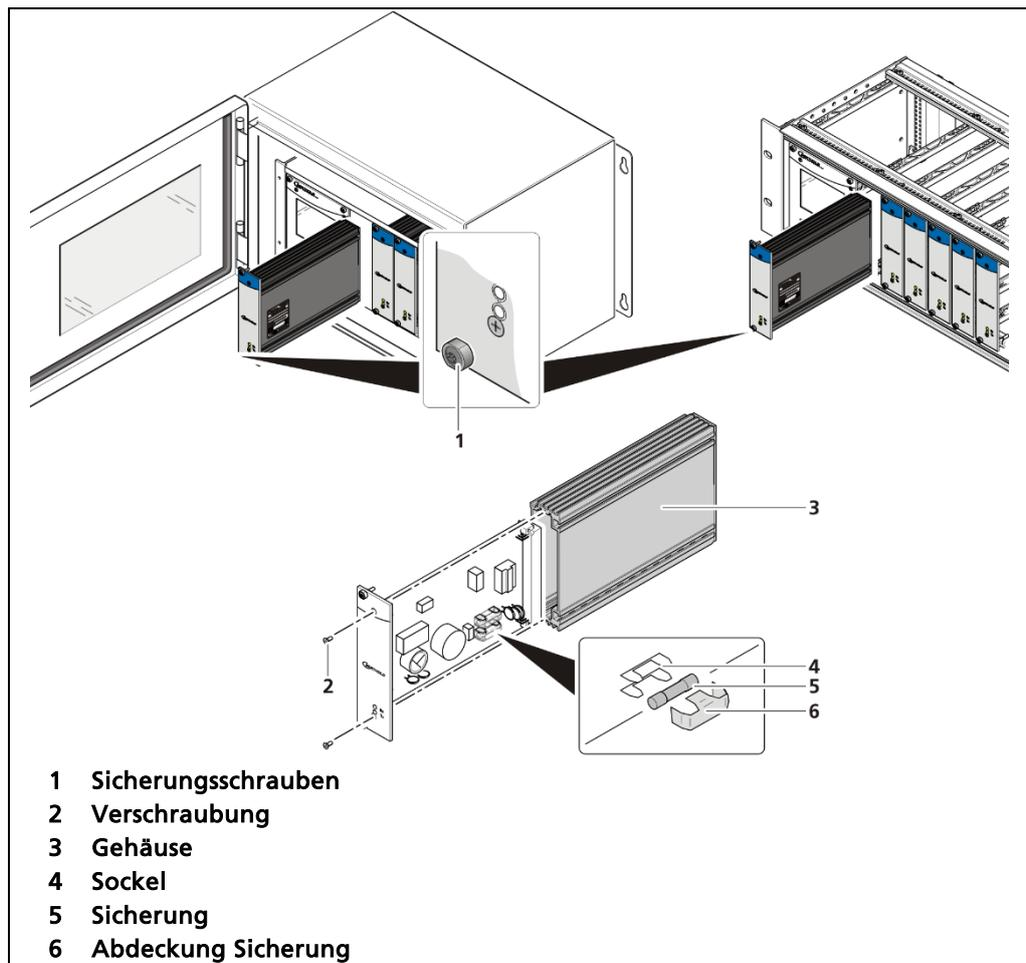

Abb. 149 Austausch Sicherungen Slave-Modul
2. Lösen Sie die vier Sicherungsschrauben (Abb. 149, Pos.1) und ziehen Sie das Slave-Modul aus dem Wandgehäuse bzw. dem Baugruppenträger.
3. Lösen Sie die zwei versenkten Schrauben an der Vorderseite des Slave-Moduls (Abb. 149, Pos.2).
4. Ziehen Sie das Gehäuse (Abb. 149, Pos.3) vorsichtig ab.
5. Entfernen Sie die Schutzabdeckung der Sicherung (Abb. 149, Pos.6)
6. Entfernen Sie die Sicherung (Abb. 149, Pos.5).
11. Alle Sicherungsschrauben (Abb. 149, Pos.1) anziehen.